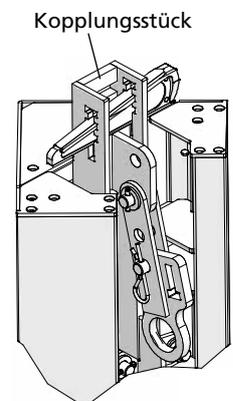

Abb. 33.6 C - Betonierzustand
1. Der an der Ausschalecke integrierte Keil wird zur Fixierung am Kopplungsstück der Ecke eingesteckt (Abb. 33.6 C).
8. Der unverlierbare Keil wird wieder eingesteckt (Abb. 33.6 C).